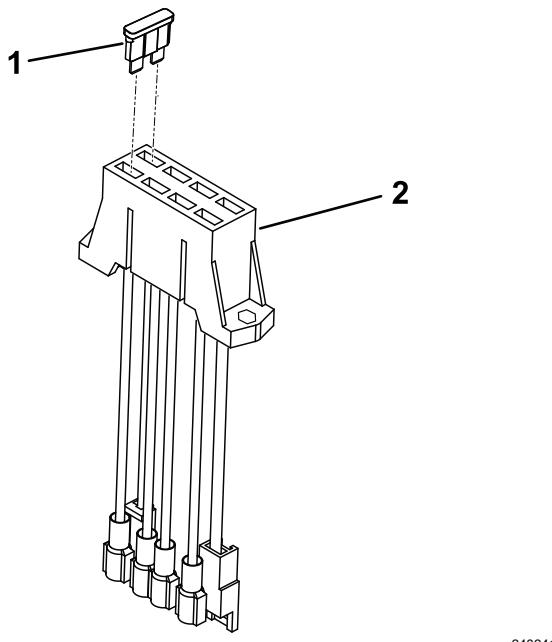

Figura 7
4. Instale o fusível (20 A) na ranhura do bloco de fusíveis (Figura 7).